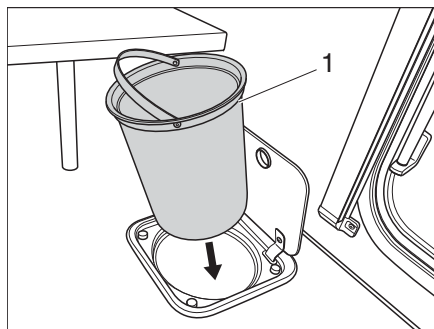

Fig. 159 Contenitore dei rifiuti cucina
- Prelevare il contenitore dei rifiuti (Fig. 159,1) per il manico e svuotarlo attenendosi alle disposizioni vigenti.